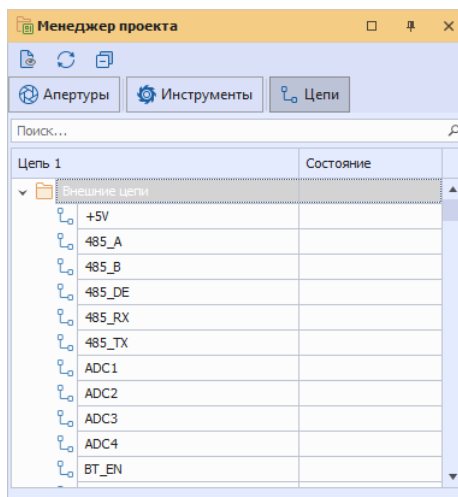

Рис. 20 Вкладка «Цепи»
3. Вкладка «Цепи» содержит электрические цепи проекта производства, см. Рис. 20.